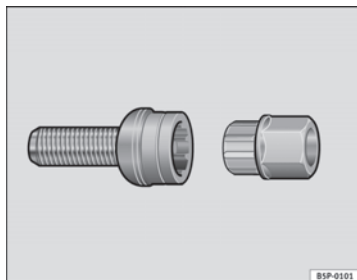

Fig. 131 Tornillo antirrobo de la rueda
- Coloque el adaptador hasta el tope en el tornillo antirrobo de la rueda ⇒ fig. 131.